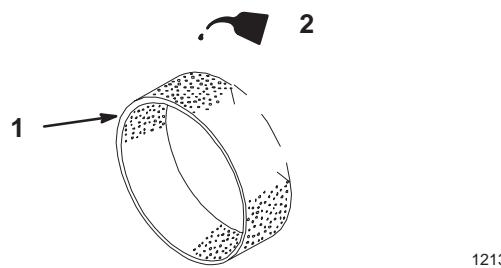

Figure 18
- C. Imbiber l'élément de 30 à 60 ml d'huile, soit une ou deux onces (Fig. 18). Presser l'élément pour bien répartir l'huile.